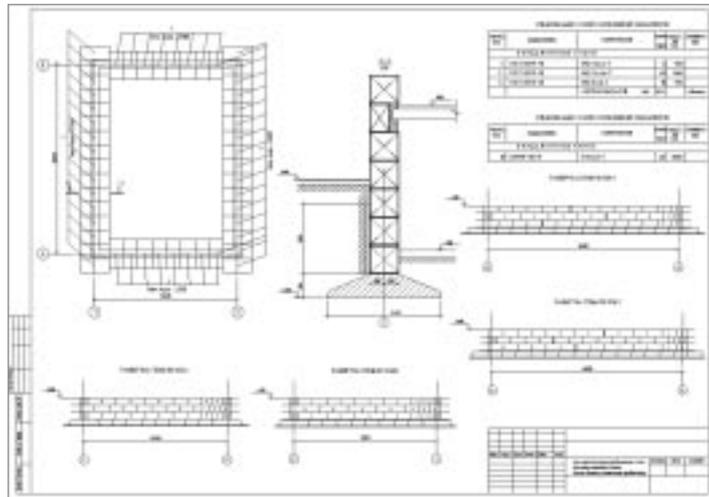

Рис. 64
- Полный набор спецификаций к схемам расположения (рис. 64).